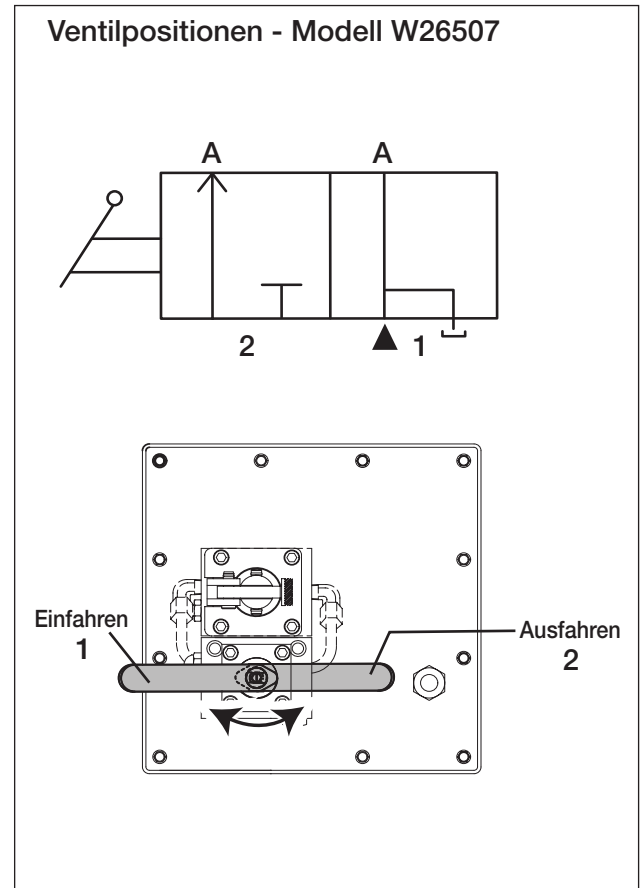

Abbildung 2
1. Stellen Sie den Ventilhebel auf die *Einfahrposition* ein. Siehe Abbildung 2, Position 2.
3. Bewegen Sie den Ventilhebel langsam auf die *Einfahrposition*, um den Druck abzulassen und den Ölfluss zurück zum Tank zu steuern. Siehe Abbildung 2, Position 1.